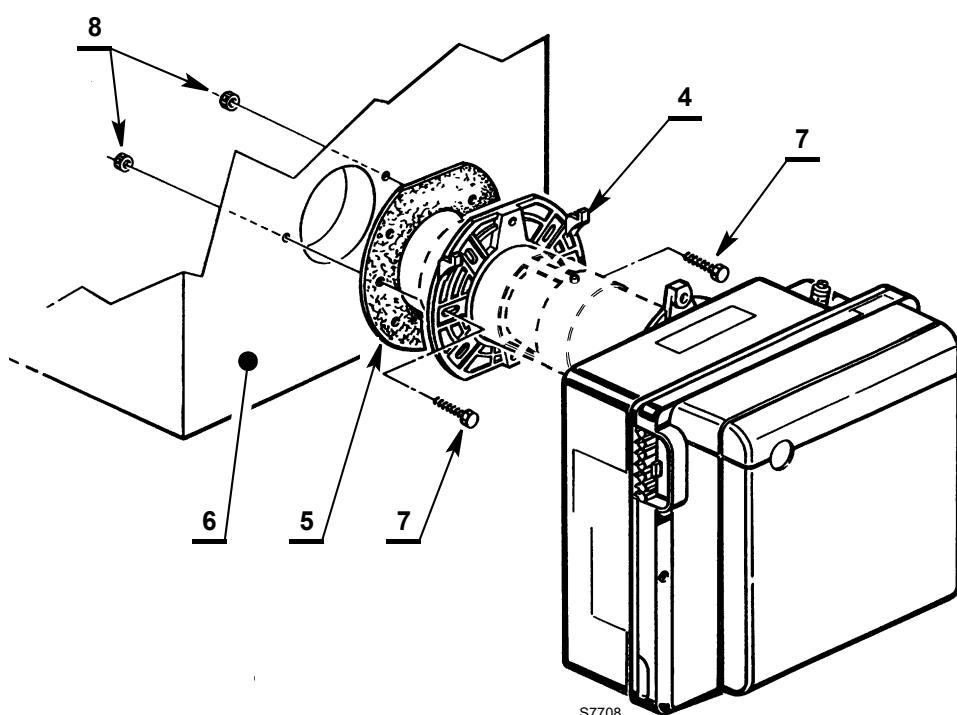

Fig. 10
- Fixer à la porte de la chaudière 6)(Fig. 10) la bride 4) à l'aide des vis 7) et (si nécessaire) des écrous 8), en intercalant l'écran isolant 5).